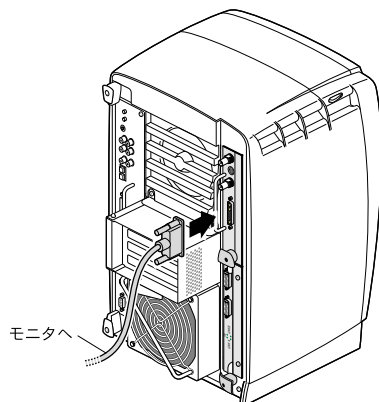

図2-18 モニタケーブルの再接続
9. モニタケーブルとほかのすべての XIO ケーブルを XIO Tri-Module に再接続します (図2-18 を参照)。